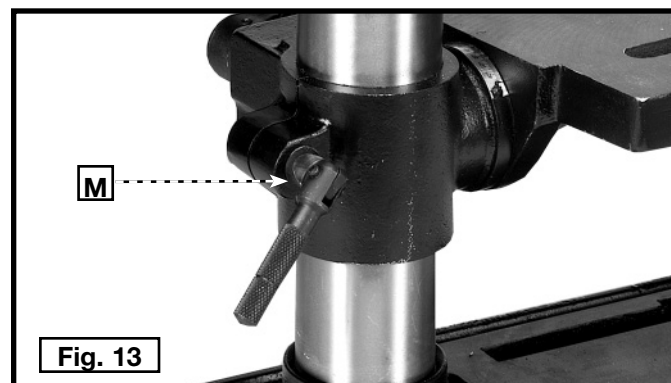

Fig. 13
11. Visser le montant de la poignée de fixation (M, fig. 13) dans le trou à l'arrière du support de la table.